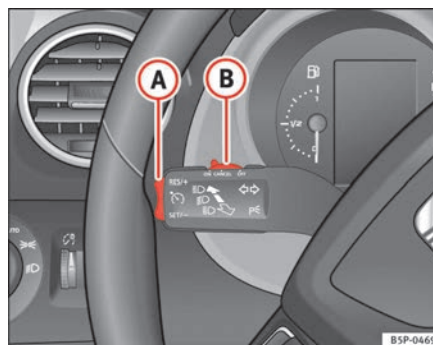

Abb. 150 Blinker- und Fernlichthebel: Schalter und Wippe für die Geschwindigkeitsregelanlage
- Drücken Sie den oberen Teil der Wippe **RES/+** ⇒ Abb. 150 **A**, um die Geschwindigkeit zu erhöhen. Solange Sie die Wippe gedrückt halten, beschleunigt das Fahrzeug. Sobald Sie die Wippe loslassen, wird die neue Geschwindigkeit gespeichert.
Wenn Sie die gespeicherte Geschwindigkeit durch Treten des Bremspedal verringern, ist die Regelung der gespeicherten Geschwindigkeit ausgeschaltet. Sie können durch einmaliges Drücken des oberen Teils der Wippe **RES/+** ⇒ Seite 191, Abb. 150 **A** die Regelung wieder aufnehmen.